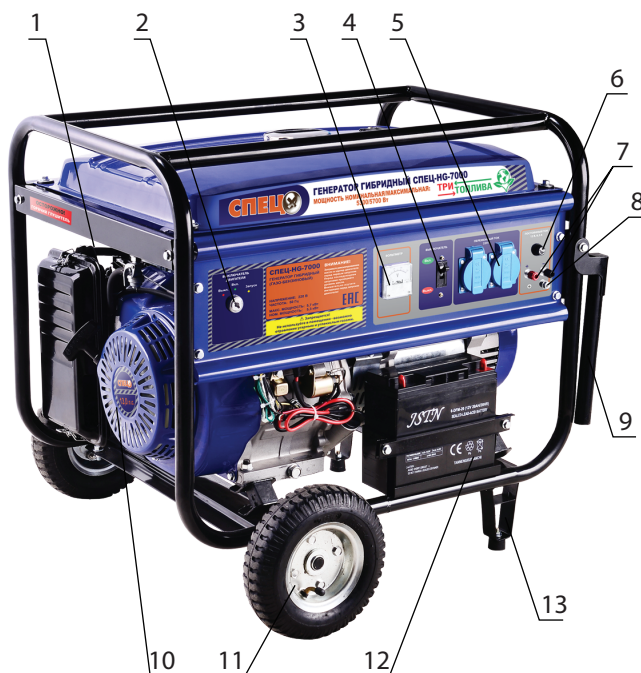

Рис.1. Общий вид **HG-2700**
4.4. Основные элементы генераторов показаны на рис. 1.